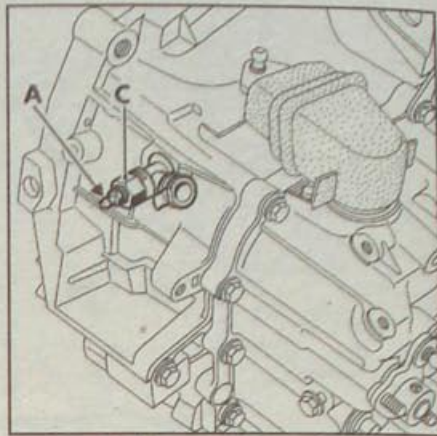

Рис. 4.24. Расположение клапана удаления воздуха (A) на штуцере (C) рабочего цилиндра сцепления
- Откройте клапан для удаления воздуха на рабочем цилиндре привода сцепления (А, рис. 4.24), при этом удерживая от проворачивания штуцер другим ключом.
- При удалении воздуха чтобы не повредить рабочий цилиндр и штуцер накидным ключом на 19 мм придерживайте от вращения штуцер во время отворачивания и затяжки клапана для удаления воздуха, (рис. 4.24).